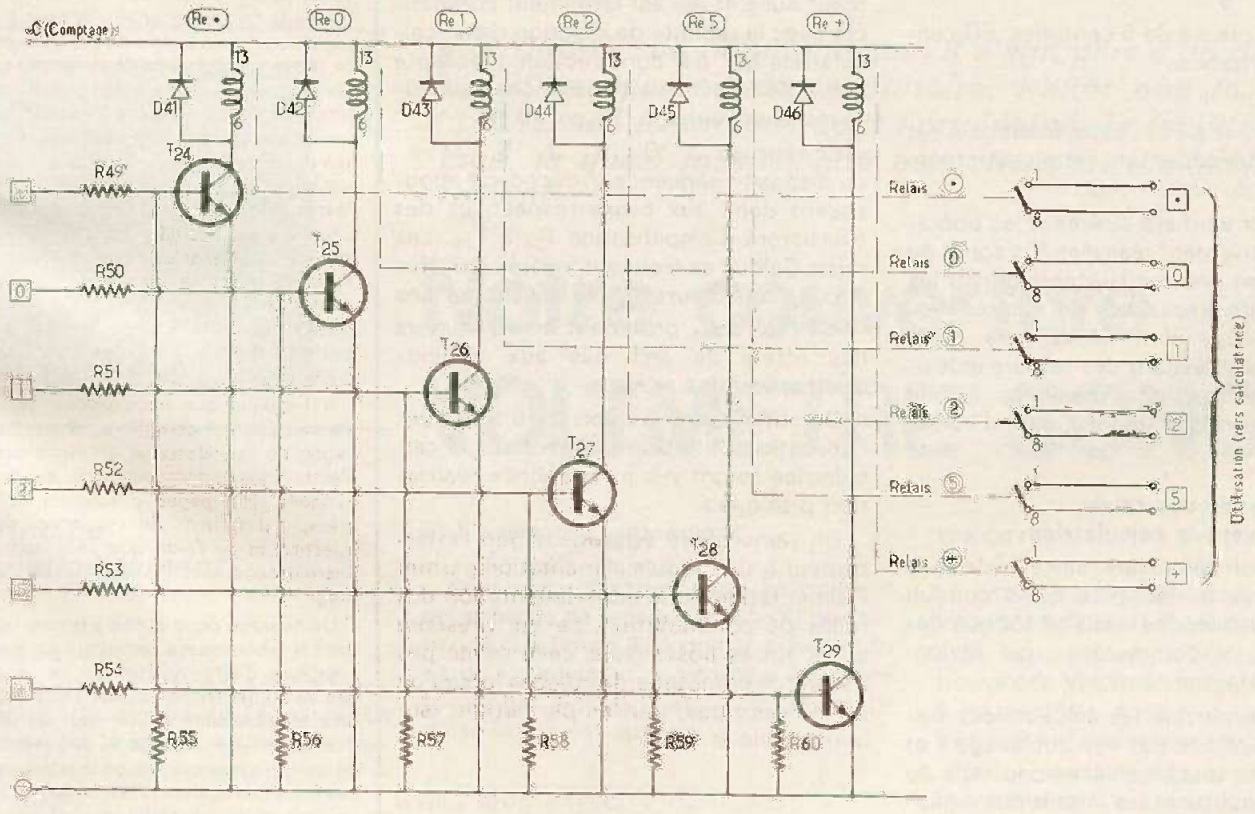

Fig. 8
- 2 boutons-poussoirs (voir fig. 8)